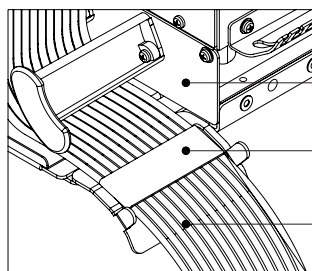

Figura 13A
3. Após a instalação de todos os cordões, fixe-os na saída do primeiro Sub-Rack de Fusão (Sub-Rack numero 1) utilizando o Velcro dupla face (veja figura 13A).